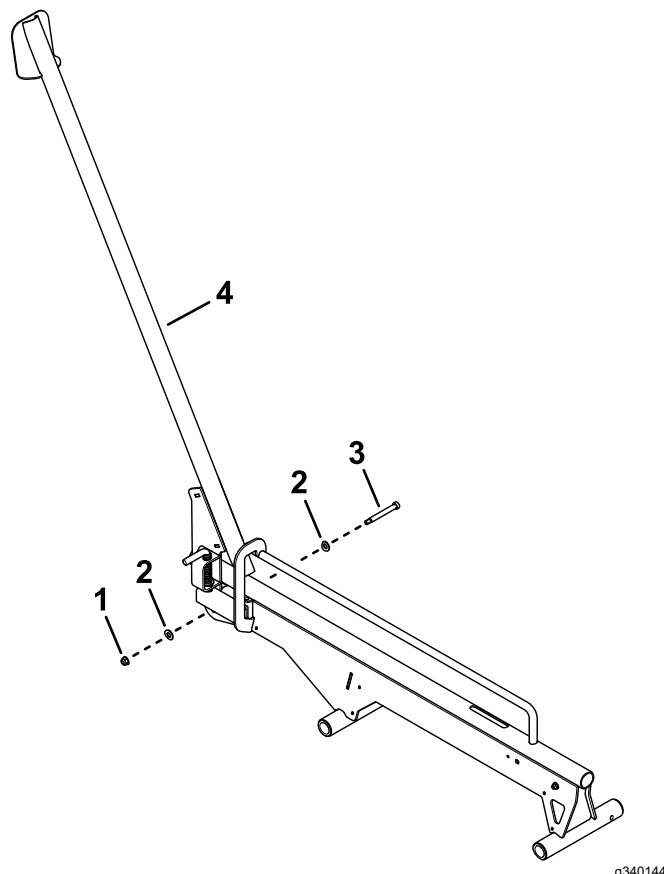

Figura 6
8. Utilize uma porca flangeada (5/16 pol.), 2 anilhas e um parafuso de olhal para fixar o conjunto da rampa ao conjunto do carril (Figura 6).